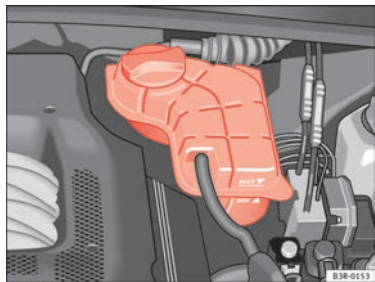

Fig. 183 Compartimento del motor: Depósito del líquido refrigerante
- Verifique el nivel del líquido refrigerante en el depósito de expansión del líquido refrigerante ⇒ **fig. 183**. Estando el motor frío, el nivel debe estar entre las marcas “min” y “max”. Con el motor caliente, el nivel también puede estar un poco por encima de la marca “max”.
- Ponga un paño sobre el tapón del depósito de expansión del líquido refrigerante ⇒ **fig. 183** y desenrosquelo **con cuidado** girando hacia la izquierda ⇒ **Δ**.